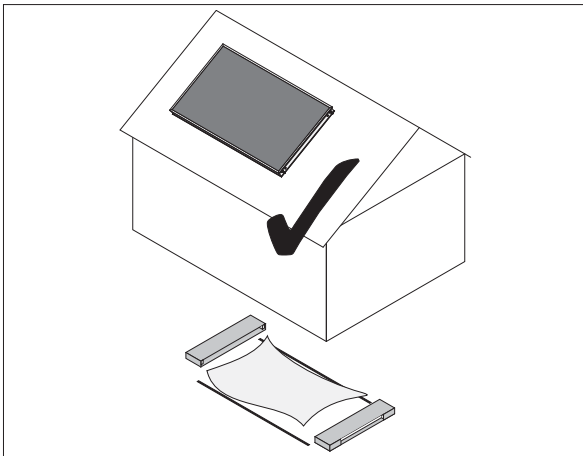

Abb. 4 Kollektor nicht mit Folie auf dem Dach montieren
- Kollektoren dürfen nicht mit Schutzfolie montiert werden (s. Abb. 4).